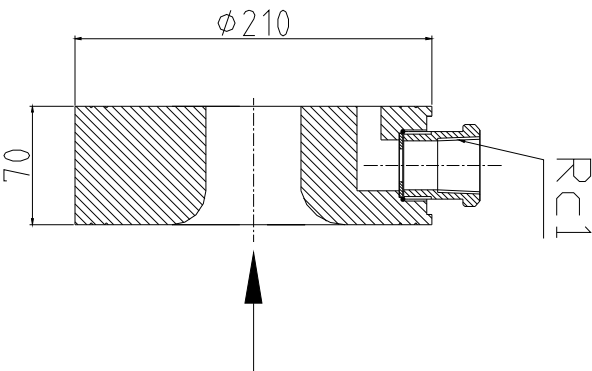

图 5
4.3.1 作用：将水和泡沫液按规定比例混合，输出泡沫混合液。（外形见图 5）